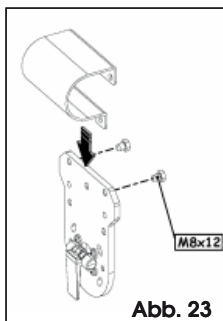

Abb. 23
1. Die Stangenhalterscheibe, Abb. 23 Bez. ①, mit der entsprechend gewählten Stange montieren, Abb. 23 Bez. ②, und hierzu ausschließlich die beiden hinteren Schrauben verwenden.